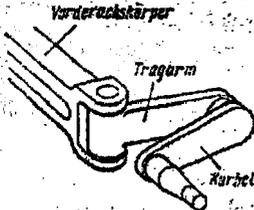

Abb. 25. Kurbel- oder Längsachse.
**Kurbelachse oder Längsachse.** Die Kurbel- oder Längsachse (Abb. 25) wird meist in Verbindung mit einer Drehstabfeder angewendet. Der Achsschenkel ist als kurbelförmiger Hebel ausgebildet und schwenkt parallel zur Fahrzeuglängsachse um das Kurbellager. Neben der Ausführung mit Torsionsstäben gibt es verschiedenste Federanordnungen, z.B. Spiralfeder- oder Gummifederelement.